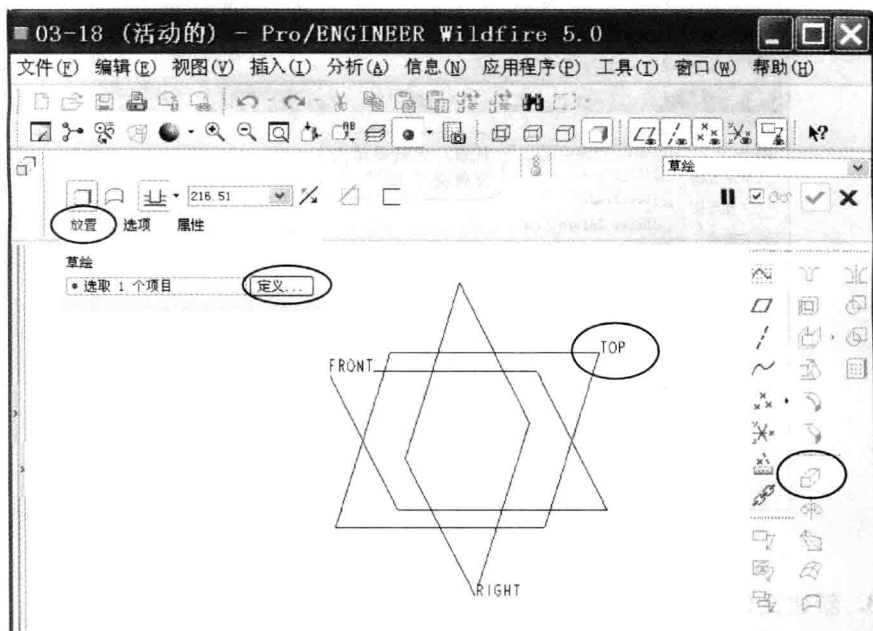

图 1-8
(1) 选取建模命令,指定绘制正方形底板横截面的绘图平面 单击工具栏图标按钮→弹出操控面板→单击“放置”按钮→单击“定义”按钮,操作如图 1-8 所示→弹出如图